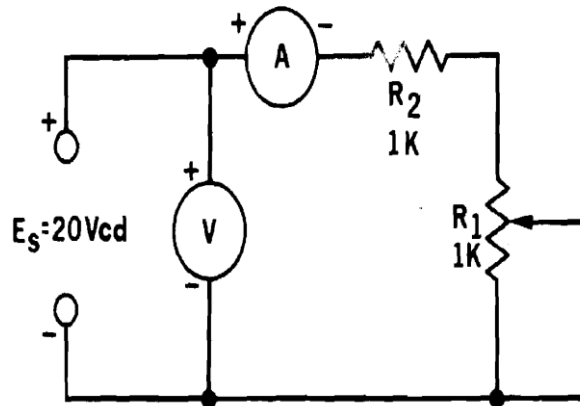

Fig. 15-3
5. Conecte el potenciómetro de 1,000 ohms, como un reóstato, en serie con una resistencia de 1,000 ohms y un amperímetro, a las terminales de la fuente de energía. Ajuste la fuente de energía a 20 V_{CD}. Vea la Fig. 15-3.